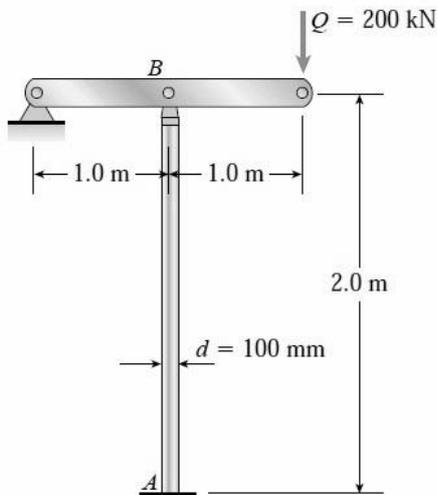

Figura 1.3
1.1.5 A coluna longa de alumínio AB da Figura 1.3 suporta uma barra que está sujeita a uma força Q de 200 kN. Verifique a resistência da coluna. $E = 200\text{GPa}$ e $\sigma_c = 250\text{MPa}$.